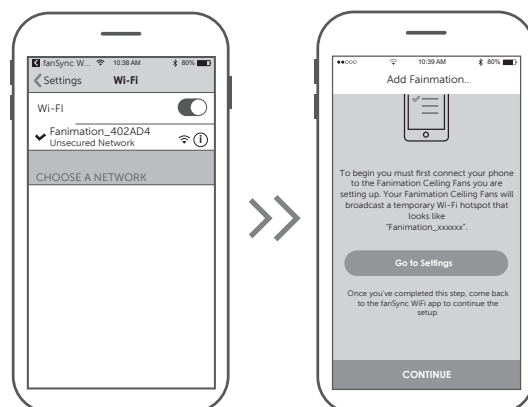

Figura 3
- ☐ 3. Seleccione el dispositivo Fanimation_XXXXXX y vuelva a la App fanSync WiFi y pulse “CONTINUAR”. (Figura 3)